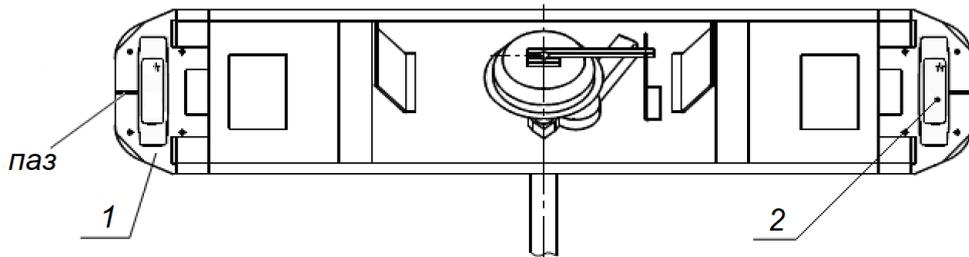
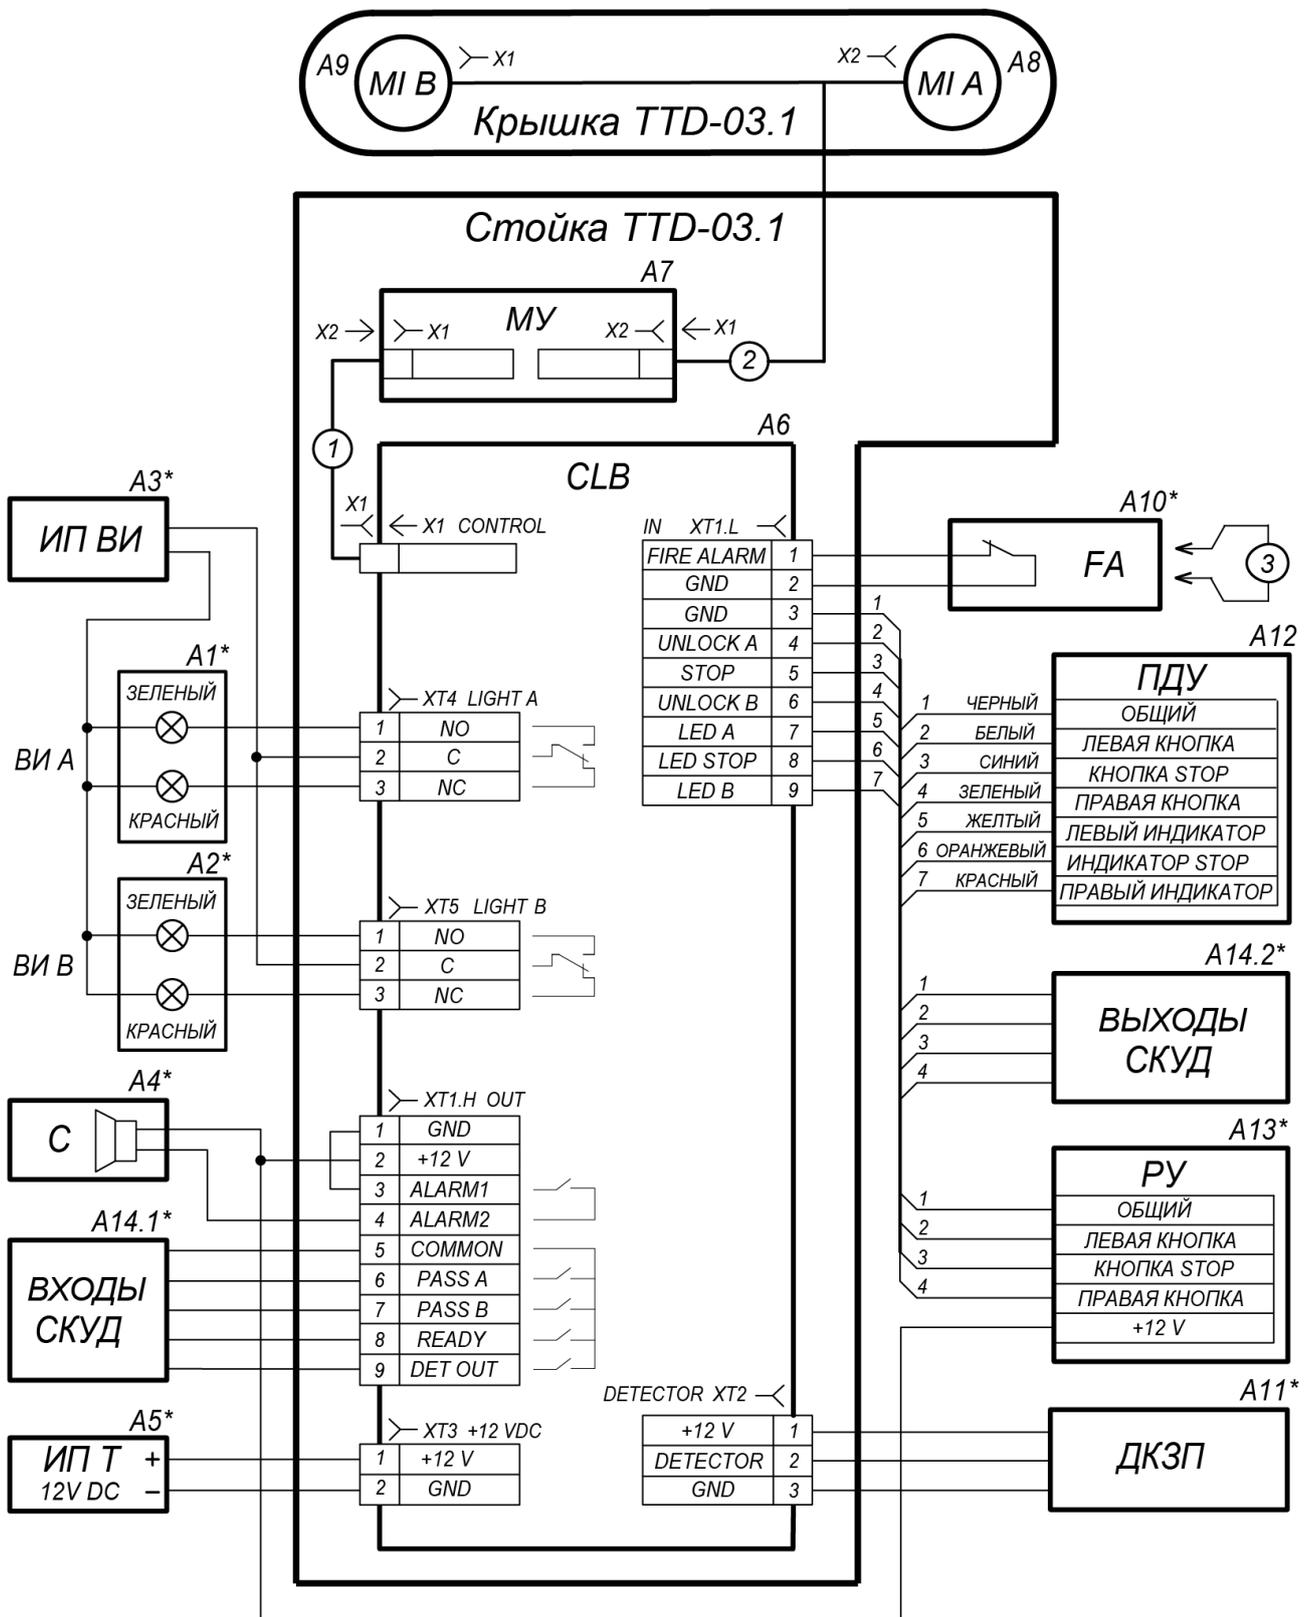

**Рисунок 12. Схема прокладки кабелей в стойке турникета:**
Рисунок 14. Схема электрическая соединений
Схема подключения турникета приведена на рис. 14. Расположение клеммных колодок на плате управления указано на рис. 4. Используемые при монтаже кабели указаны и их максимальная длина указаны в разд. 8.3. Рекомендации по подготовке установочной поверхности и организации зоны прохода приведены в разд. 8.1. При монтаже турникета придерживайтесь следующей последовательности действий:
- Все подключения к плате CLB выполняйте в соответствии со схемой электрических соединений (см. рис. 14). Прокладка кабелей внутри стойки турникета показана на рис. 12.
позиции А4, А6 – А9, А11 – см. рис. 14
возможность его установки под одной из внешних стенок (2) турникета (например, под платой управления турникетом А6, см. рис. 12).